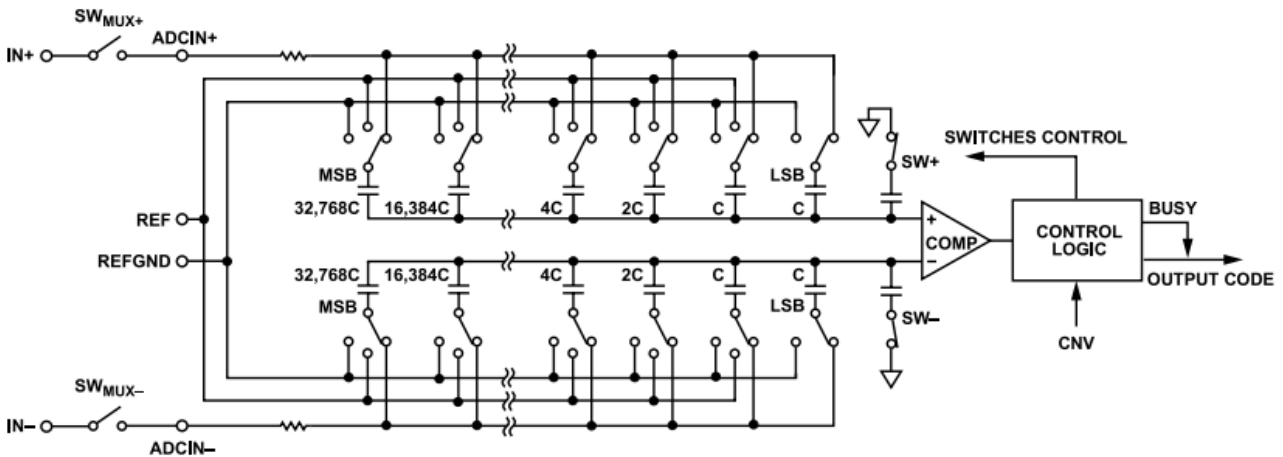
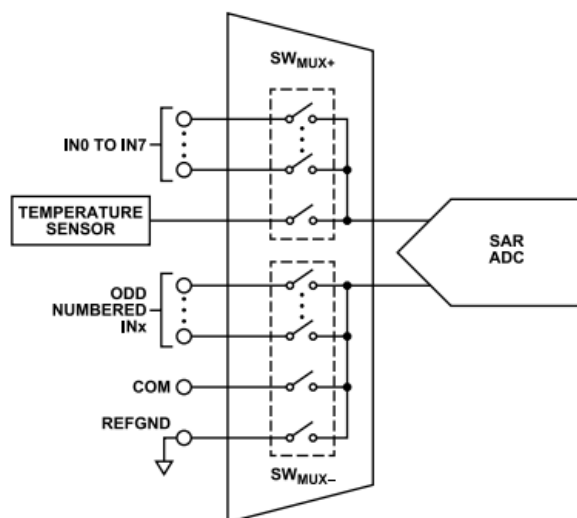
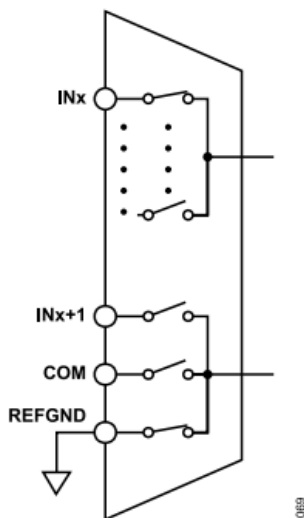

図 63. ADCの簡略化した回路図
図 67. マルチプレクサの簡略化した回路図
図 68. INxをREFGNDにペアリング
AD4697/AD4698にはSARベースのADCコアがあり、電荷再分配方式のD/Aコンバータ（DAC）を使用して印加された入力電圧を出力コードに量子化します。図63にAD4697/AD4698 SAR ADCコアの簡略化した回路図を示します。
アナログ入力と温度センサーは、図63においてSWMUX+およびSWMUX-と表記された内蔵の低クロストーク・マルチプレクサを介して、コンデンサ・アレイ入力（ADCIN+およびADCIN-）に接続されます。マルチプレクサ・スイッチは、内部チャンネル・シーケンシング・ロジックで制御され、変換ごとに更新されます（マルチプレクサのセクションとチャンネル・シーケンシング・モードのセクションを参照）。
低クロストークのアナログ・マルチプレクサが、アナログ入力ピンからADCコア入力に信号を伝送します。アナログ入力のインピーダンスは、ピン容量（ $C_{PIN}$ ）と、 $R_{IN}$ および $C_{DAC}$ を直列接続して形成された回路を並列に組み合わせたものとしてモデル化されています。 $R_{IN}$ は、ADC入力の直列抵抗とマルチプレクサのスイッチ抵抗を表し、代表値は $240\Omega$ です。 $C_{DAC}$ は、図63に示すADCサンプリング容量性DACを表し、代表値は $60pF$ です。
AD4697/AD4698には、柔軟性の高い低クロストークのアナログ・マルチプレクサがあり、8個のアナログ入力と内部温度センサーから選択したものを16ビットの疑似差動SAR ADCコアの入力に接続できます。図67に、内部マルチプレクサの簡略化した回路図を示します。図63と図67の $SW_{MUX+}$ スイッチおよび $SW_{MUX-}$ スイッチは、選択したチャンネルをADC入力（図63で $ADCIN+$ および $ADCIN-$ と表示）に接続するマルチプレクサ・スイッチを表します。 $SW_{MUX+}$ および $SW_{MUX-}$ はブレークビフォアマークで、内部チャンネル・シーケンシング・ロジックにより制御されます（チャンネル・シーケンシング・モードのセクションを参照）。
このマルチプレクサによって、柔軟なアナログ入力チャンネル設定が可能となります。 $SW_{MUX-}$ の位置はユーザ設定可能で、図67に示すどのピンにも割り当てることができます（チャンネル設定オプションのセクションを参照）。
チャンネル構成の設定には、ピン・ペアリング割当てや信号極性モードなどがあります。ピン・ペアリング・オプションは、 $SW_{MUX-}$ のポジションを $SW_{MUX+}$ のポジションごとに割り当て、どの信号をSAR ADCコアの負側（図63の $ADCIN-$ ）に伝送するかを決定します。信号極性モードは、 $ADCIN-$ の電圧範囲を設定します。図68に、異なるチャンネル設定オプションでのピン・ペアリングと電圧範囲を示します。
- ▶ 図68、IN0～IN7がREFGNDとペアリング
温度センサーが選択されている場合は、マルチプレクサの $SW_{MUX+}$ スイッチ (図67を参照) が温度センサー出力を選択し、 $SW_{MUX-}$ スイッチがREFGNDを選択します。そして、SAR ADCコアが $V_{TEMP}$ をサンプリングして対応する出力コードを生成します。温度センサーのA/D変換では、 $OSR = 1$ のユニポーラ・モードで設定されたアナログ入力と同じ伝達関数が使用されます (伝達関数のセクションを参照)。